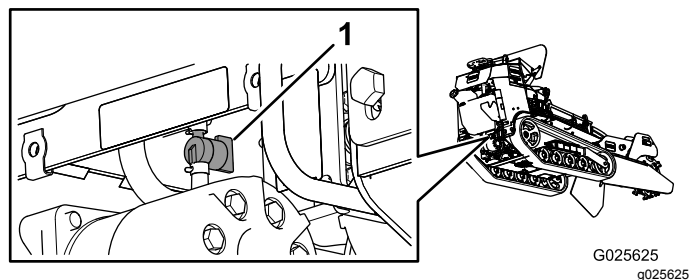

Figura 41
4. Rode a válvula de bloqueio de combustível para a posição fechada (Figura 41).
5. Aperte as extremidades da braçadeira de tubos no lado do motor da válvula em simultâneo e afaste o tubo do combustível da válvula (Figura 41).
6. Puxe o tubo do combustível da válvula (Figura 41).